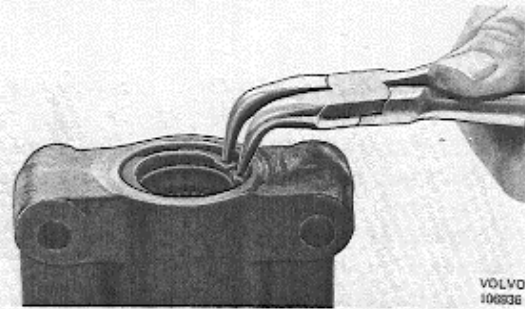

Abb. 100 Ausfedern der Innensicherung
7. Wellendichtring (9) für die Segmentwelle mit einem Schraubenzieher aus dem Lenkgehäuse herausdrücken. Darauf achten, daß der Sitz des Dichtringes im Gehäuse dabei nicht beschädigt wird. Lenkgehäuse umdrehen und den Sicherungsring (1) ausfedern, s. Abb. 100. Unteren Wellendichtring (2) der Segmentwelle mit dem Schraubenzieher herausdrücken. Nadelkäfig (3) nur dann ausbauen, wenn das Nadellager erneuert werden muß, s. unter Inspektion". Sicherungsring (6) ausfedern und Verschlussschraube (22) herausdrehen.
8. Lenkschnecke zwischen weichen Backen (z.B. Kupfer) in einen Schraubstock einspannen. Innere Lagerbuchse (61) und das Doppelradiallager (60) von der Schneckenwelle abdrücken, vgl. Abb. 100. Sämtliche O-Ringe (63-68) von der Schneckenwelle abstreifen.